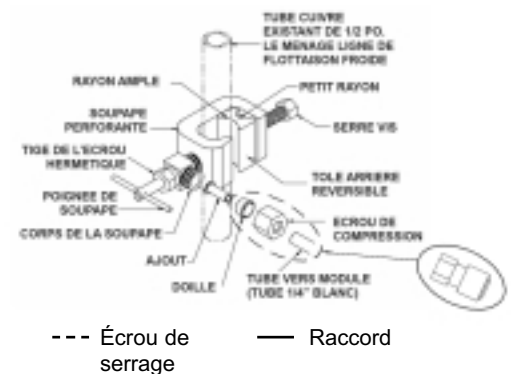

Figure 1: Assemblage de la Soupape Perforante P/N 92276 installée sur tuyau de cuivre de 1/2"
NOTE: Toutes instructions font référence aux pièces affichées à la Figure 1, sauf lorsqu'il est indiqué autrement.
7. Coupez le tube blanc de 1/4 po à la longueur désirée. Installez ce tube dans la virole blanche de 1/4 po telle qu'indiqué à la Figure 1.